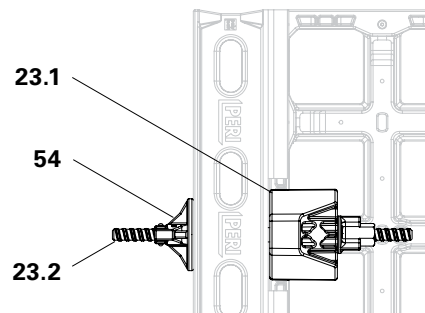

Fig. B5.15c
6. Utilizzando la piastra con dado DW 15 (54) serrare dal retro manualmente o con la spatola DUO. (Fig. B5.15c)